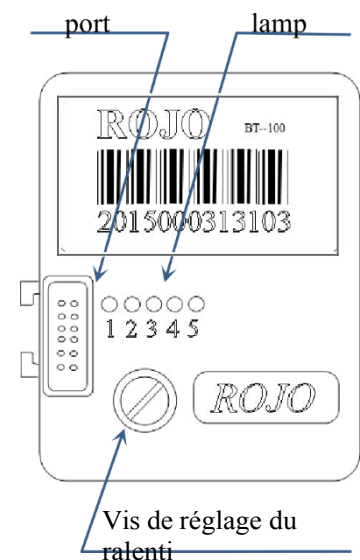

Fig. 2 Panneau du calculateur
Témoin lumineux du calculateur, situé sur le panneau du calculateur, comme illustré à la figure 2
- (1) Tirer l'accélérateur jusqu'à l'ouverture maximale ;
- (2) mettre le contact, relâcher l'accélérateur en 1 seconde, l'EFI fonctionnera alors en mode "auto-apprentissage rapide".
- (3) Démarrez le moteur, tirez l'accélérateur pour faire chauffer rapidement le moteur, maintenez l'accélérateur en position de ralenti, regardez le voyant de défaut, dans des circonstances normales, il s'éteindra après la fin du processus d'auto-apprentissage en position de ralenti. Si un clignotement rapide se produit, cela indique que l'air d'admission au ralenti est trop faible, vous devez régler la "vis de réglage du ralenti" (figure 2) dans le sens inverse des aiguilles d'une montre, si un clignotement lent se produit, cela indique que l'air d'admission est trop important, vous devez régler la "vis de réglage du ralenti" dans le sens des aiguilles d'une montre.
- (4) Méthode plus simple : Si la vitesse de ralenti du moteur est trop élevée ou si les ratés sont fréquents lorsque le moteur est chaud, essayez d'ajuster la vis de réglage du ralenti de 1 à 2 tours dans le sens des aiguilles d'une montre, si le moteur est difficile à démarrer ou si les ratés sont fréquents lorsque le moteur est froid, essayez d'ajuster la vis de réglage du ralenti de 1 à 2 tours dans le sens inverse des aiguilles d'une montre. Entretenir en cas d'amélioration, restaurer en cas de détérioration.